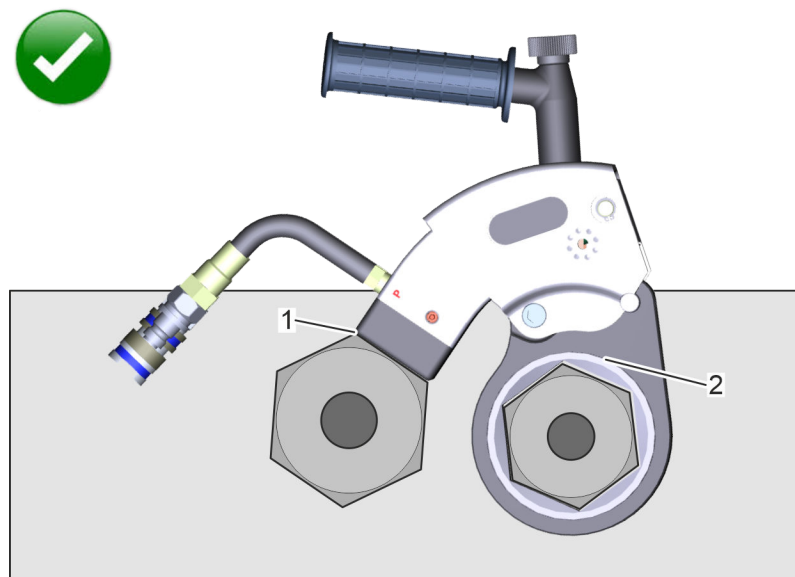

Fig. 18: Optimal støttesituation
3. ➤ Sørg for, at reaktionsarmen med støttefladen ligger mod støtten langs hele fladen (Fig. 18/1) og ikke kan glide af.